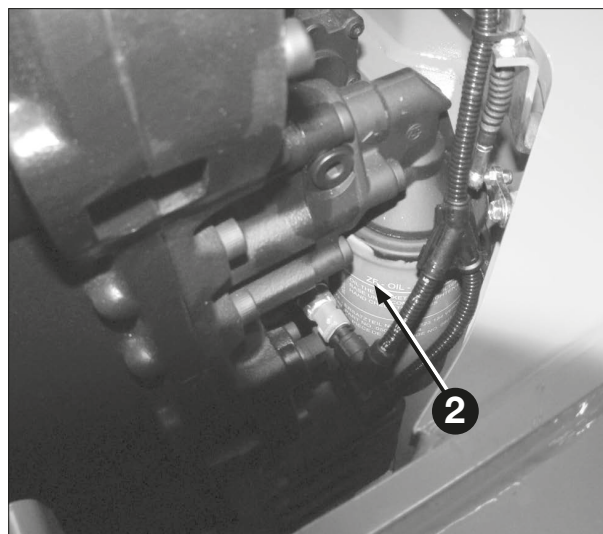

Fig. 141
2. Byt filter pos. 2 fig. 141 till ett nytt filter. Gör rent och smörj tätningssyten och filtrets packning innan montering. (NB! Använd endast originalt oljefilter, annars kan transmissionen skadas).